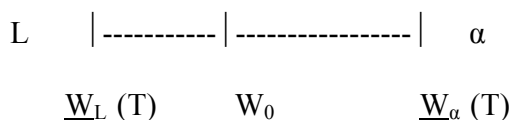

Fig. 2 Representación gráfica de los datos de la Regla de la Palanca a una temperatura T.
- Fracciones en peso de las fases. Como se trata de un campo bifásico, se calculan utilizando la Regla de la Palanca, ver Fig. 2.